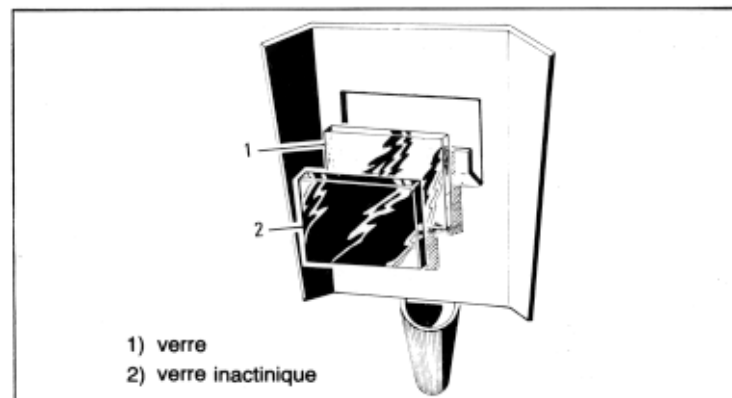

Fig. 3
Introduire le fil dans le groupe-réducteur (11), puis dans la torche, en procédant comme suit (Fig. 3):
- Débloquer le groupe presse-fil (D), introduire le fil dans l'orifice (A), le faire passer sur le rouleau (B) et l'introduire dans la gaine (C) sur 20 cm. environ. Bloquer à nouveau la pièce (D) en s'assurant que le fil soit bien dans la rainure du rouleau d'entraînement du fil.
- Préparer le masque de soudage selon la figure 3.